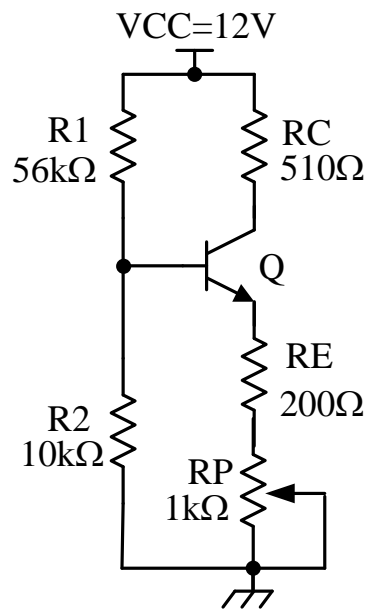

FIGURA 6. Circuito 6.
2.4) Para el circuito de la Figura 6, varíe el potenciómetro de un extremo a otro, observe que ocurre con la tensión en cada uno de los terminales del transistor y el punto estático de operación. Anote en cada extremo la tensión en cada uno de los terminales del transistor y obtenga el punto estático de operación. Coloque el potenciómetro aproximadamente en la mitad de su recorrido y realice las mediciones respectivas.